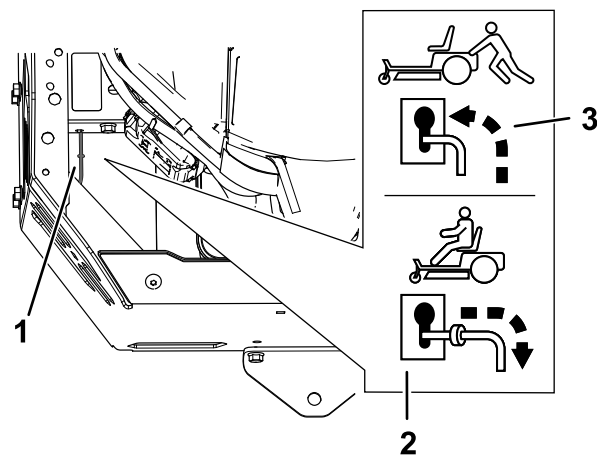

Bild 38
4. Schieben Sie die Bypasshebel nach vorne durch den Schlitz und nach unten, um sie zu arretieren (Bild 38).